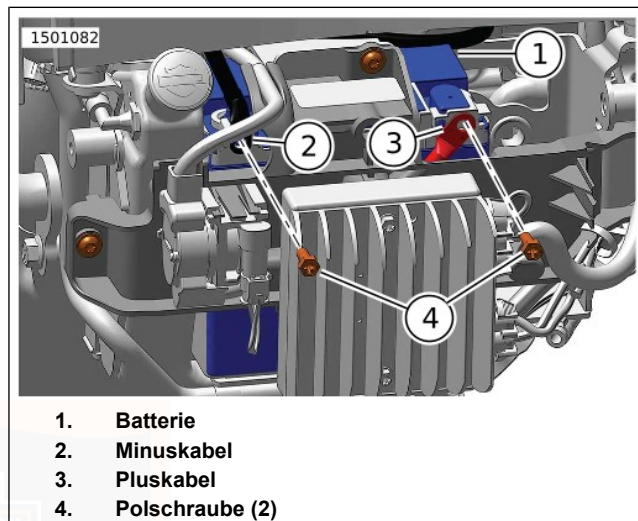
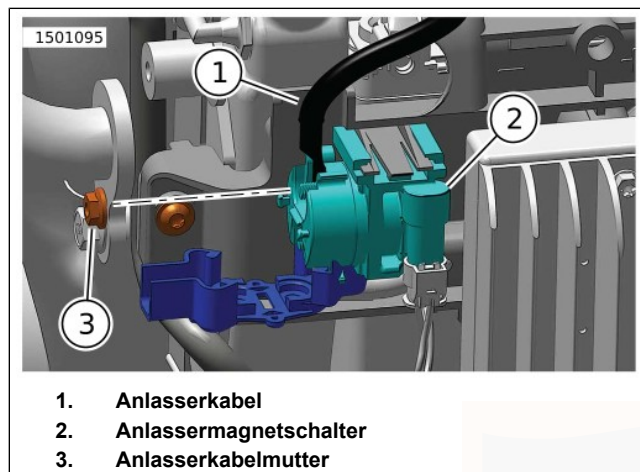

Abbildung 78. Batterie
Abbildung 79. Anlasserkabel
2. Abbildung 78 Das Batterieminuskabel (2) von der Batterie (1) abklemmen.
3. Das Batteriepluskabel (3) von der Batterie abklemmen.
4. Abbildung 79 Das Anlasserkabel (1) vom Anlassermagnetschalter (2) abklemmen.
4. Abbildung 78 Das Batteriepluskabel (3) an die Batterie anschließen. Festziehen.
6. Abbildung 79 Das Anlasserkabel (1) an den Anlassermagnetschalter (2) anschließen. Festziehen.